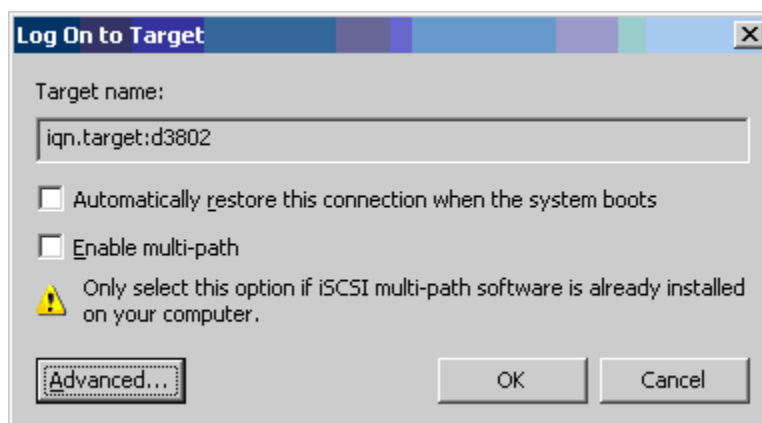

Figura 10-13. Log On to Target (Fazer login no destino)
10. Na caixa de diálogo Log On To Target (Fazer login no destino) (Figura 10-13), clique em **Advanced** (Avançado).